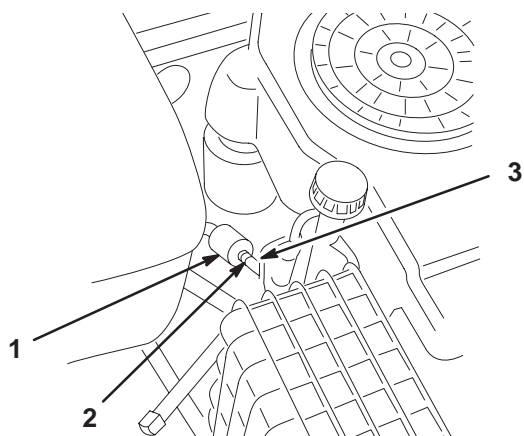

Figure 24
3. Desserrez le collier de serrage au niveau du filtre à carburant et repoussez-le le long de la conduite d'alimentation pour l'éloigner du filtre (Fig. 24).
4. Débranchez la conduite d'alimentation du filtre (Fig. 24).
6. Raccordez la conduite d'alimentation au filtre. Rapprochez le collier de serrage du filtre pour fixer la conduite d'alimentation (Fig. 24).
3. Pincez les extrémités des colliers et faites glisser ceux-ci pour les éloigner du filtre (Fig. 24).
5. Posez un filtre neuf et rapprochez les colliers de fixation du filtre (Fig. 24).